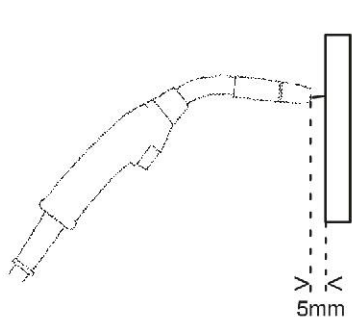

Fig. 1
- Cuando se coloca la antorcha a una distancia de aproximadamente 5 mm del pedazo de madera. (fig. 1) las roldanas de alimentación deberán patinar.